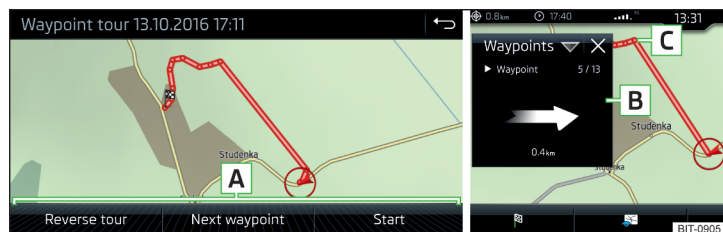

Abb. 235 Anzeige einer Wegpunkttour / Abfahren einer Wegpunkttour
- › Eines der folgenden Menüs auswählen **A** » Abb. 235.
Während des Abfahrens einer Wegpunkttour erfolgt im Zusatzfenster **Wegpunkte** die Anzeige der Richtung sowie des Abstands zum nächsten Wegpunkt, der fortlaufenden Nummer des nächsten Wegpunktes sowie der Gesamtzahl der Wegpunkte **B** » Abb. 235.
Die Wegpunkttour von der Fahrzeugposition zum nächsten Wegpunkt „nimmt“ während der Fahrt sukzessive „ab“ **C** » Abb. 235.
- > Anzeige der Wegpunkttour » Abb. 235 auf Seite 205